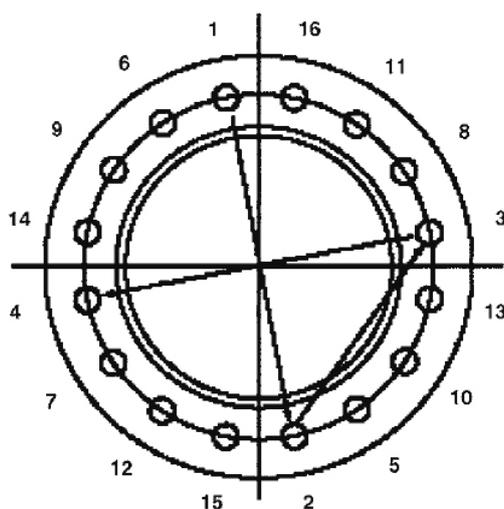

Fig. 16
6.3.3 Lorsque vous remplacez et/ou raccordez les têtes de l'échangeur, vous devez appliquer les couples de serrage donnés dans le tableau 1. Les valeurs correspondent à des écrous et des goujons dont les surfaces sont graissées. Le serrage doit être progressif en procédant en croix comme indiqué sur la figure 16.
- En suivant l'ordre de serrage donné à la figure 16, effectuer un premier serrage des écrous à 1/3 du couple recommandé.